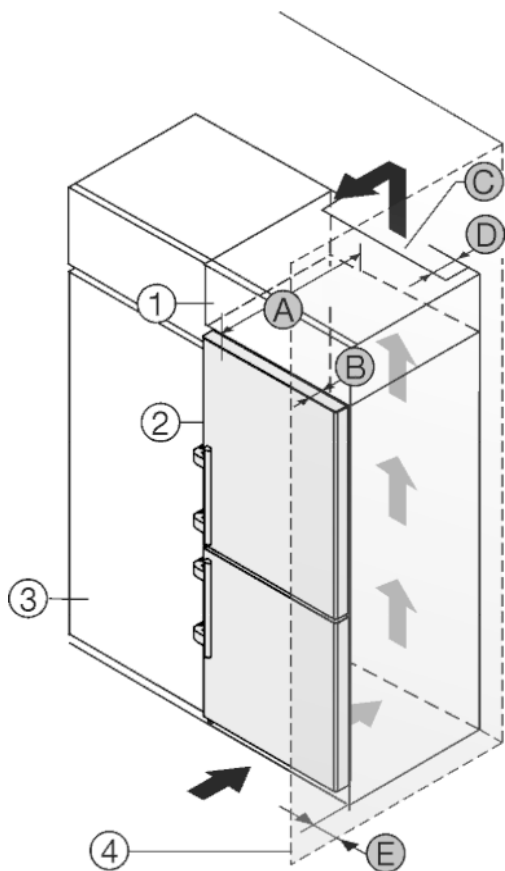

Fig. 47
Устройство может быть окружено кухонными шкафами. Чтобы уравнять устройство Fig. 47 (2) по высоте с кухонной стенкой, можно установить над устройством дополнительный шкафчик Fig. 47 (1).
Установить устройство можно непосредственно рядом с кухонным шкафом Fig. 47 (3). Чтобы можно было полностью открыть двери, устройство должно выступать на глубину Fig. 47 (B) относительно передней стенки кухонного шкафа. В зависимости от глубины кухонных шкафов и использования пристенных распорок устройство может выступать и больше.
- На задней стенке дополнительного шкафчика должен быть вентиляционный канал с глубиной Fig. 47 (D) по всей ширине этого шкафа.
- Нужно соблюдать вентиляционное отверстие Fig. 47 (C) под нижней панелью.
Если устройство установлено на шарнирах у стены Fig. 47 (4), то нужно соблюдать расстояние Fig. 47 (E) между устройством и стеной. Настолько выступает ручка при открытой двери.